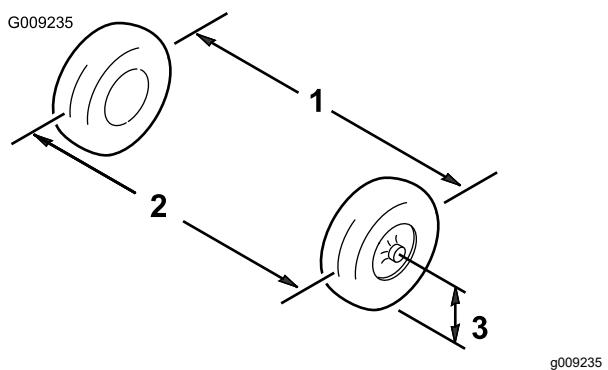

图 46
- 以轮轴的高度为标准、分别测出两个前轮的轮前距离和轮后距离 (图 46)。